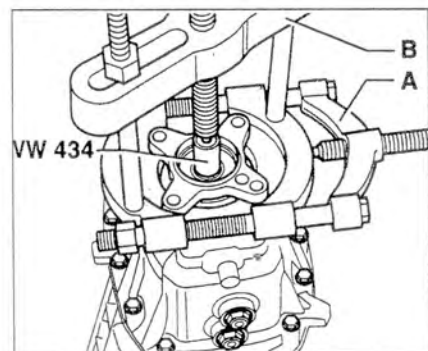

Рис. 5.31. Снимите фланец с вторичного вала:
8. Снимите фланец с вторичного вала (рис. 5.31).